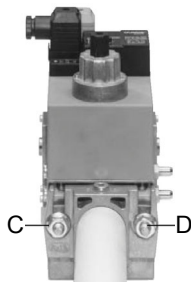
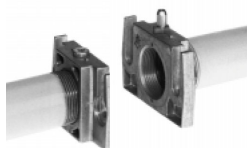
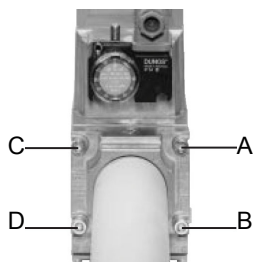

Рис. 4
Рис. 5
Рис. 7
- 3 Затянуть винты А, В, С и D (Fig. 4 - Fig. 5) соблюдая дистанции монтажа (Fig. 7)
ВНИМАНИЕ: диафрагма D исполнительного механизма SKP2 должна находиться в вертикальном положении (Рис. 4).